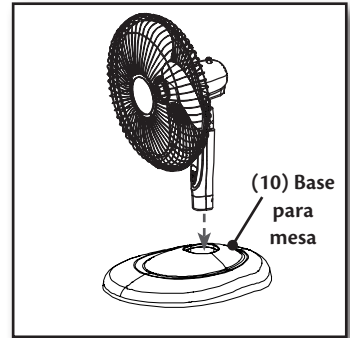

Figura 10.
1. Alinee el conjunto del ventilador sobre la base para mesa (10) presione ambas hasta que esté bien asegurada. **Figura 10.**